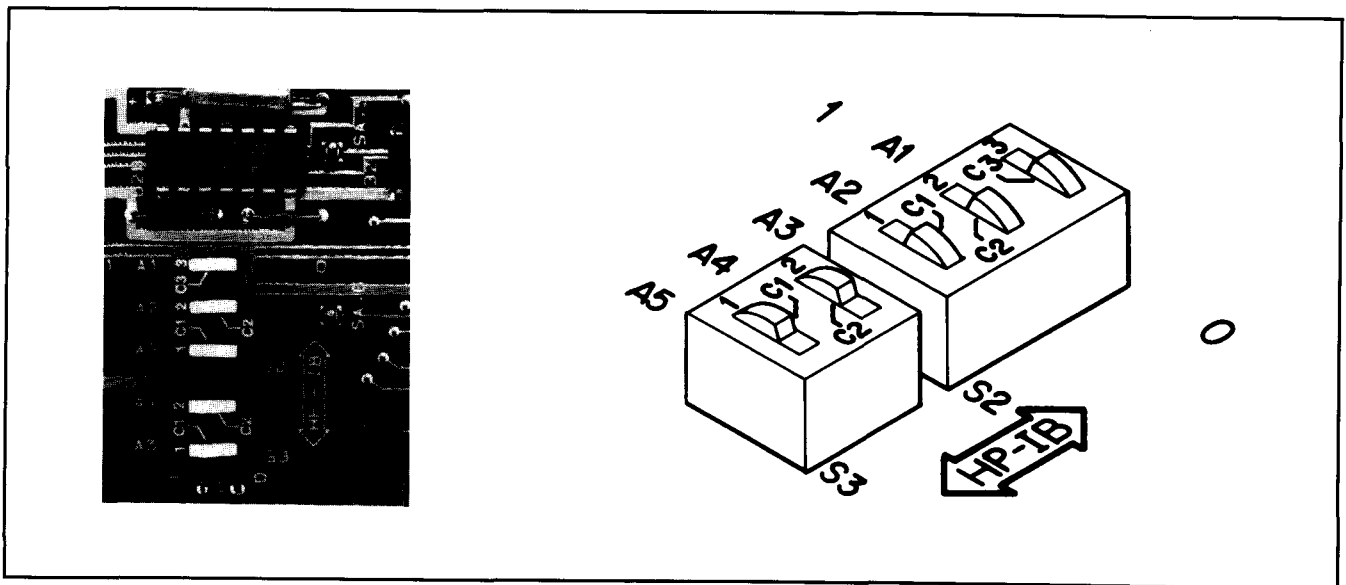
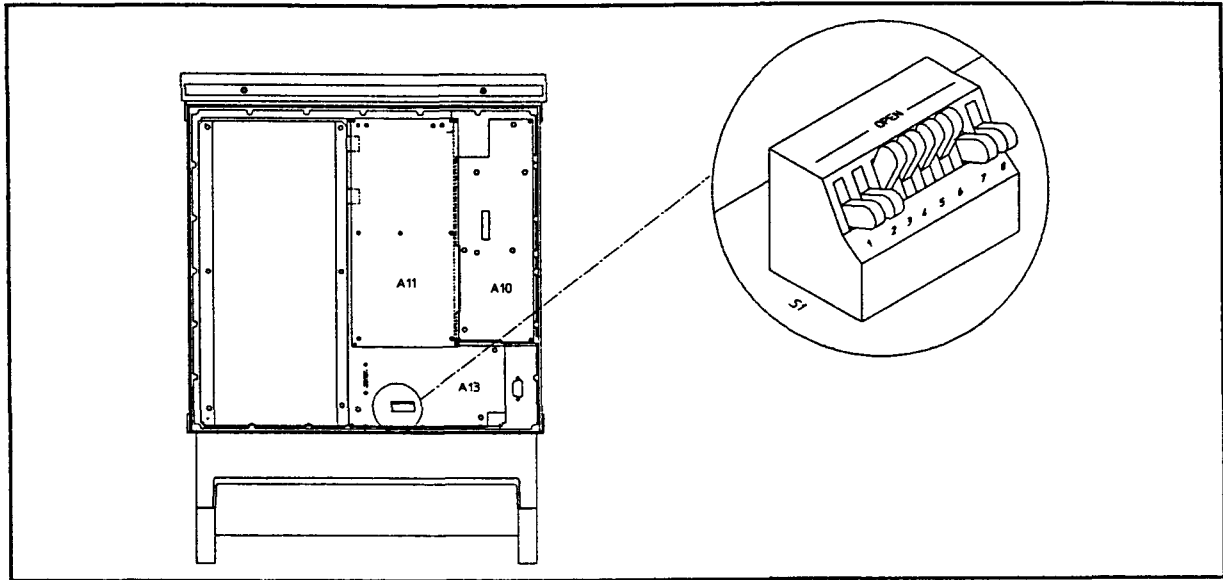

図 2-5. HP 8656BおよびHP 8657AのHP-IB アドレス・スイッチの位置と設定
図 2-6. HP 8657BのHP-IB アドレス・スイッチの位置と設定
3. 図2-5 および図2-6 を参照してHP-IB アドレス・スイッチの位置を確認してください。